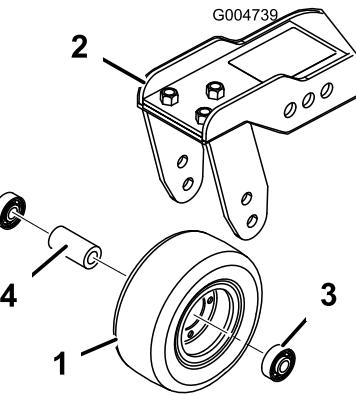
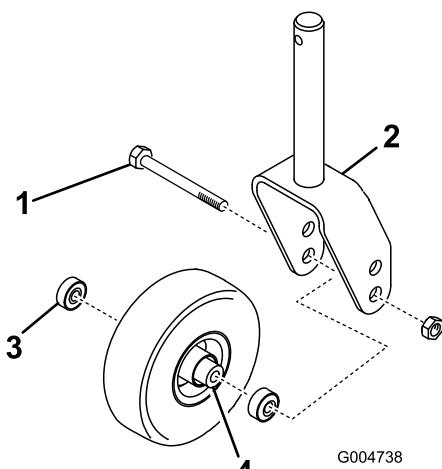

Figura 78
Figura 77
1. Retire la contratuerca del perno que sujetla el ensamblaje de la rueda giratoria entre la horquilla (Figura 77) o el brazo de pivote (Figura 78). Sujete la rueda giratoria y retire el perno de la horquilla o del brazo de pivote.
2. Retire el cojinete de la rueda y deje que se caiga el suplemento del cojinete (Figura 77 y Figura 78). Retire el cojinete del otro lado de la rueda.